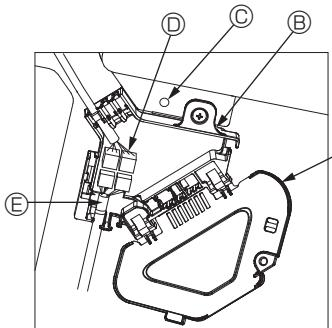
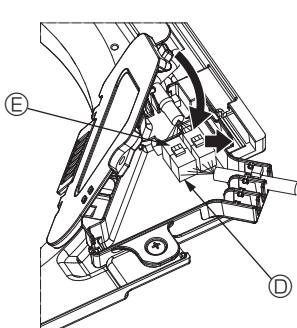

Fig. 10-8
Fig. 10-9
- ① Fjern den skrue, der holder el-boksen afdækning fast, og åbn afdækningen.
- ② Forbind ventilatorvingemotorens tilslutningsledningsstik og panelventilatormotorens ledningsstik i el-boksen. (Fig. 10-8)
- ③ Luk el-boksen afdækning.
- Når el-boksen afdækning lukkes, skal afdækningen skubbes i pilens retning; kontrollér, at fremspringet er sat helt ind. (Fig. 10-9)